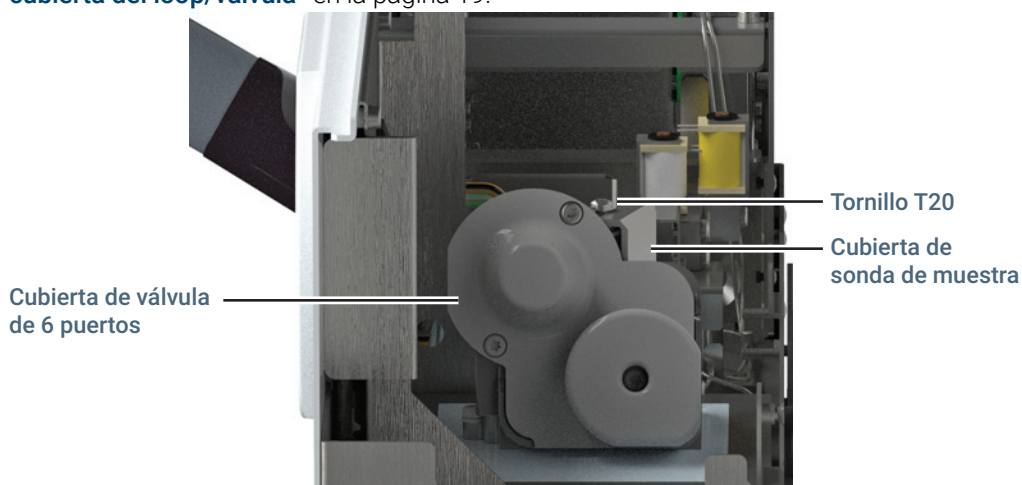

Figura 17. Las cubiertas de la sonda de muestra y válvula
- 5 Quite la cubierta del loop/válvula (**Figura 17**). Consulte la sección **"Extracción de la cubierta del loop/válvula"** en la página 19.